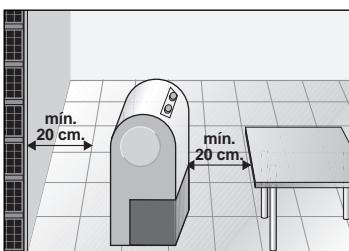

Fig. 4
- Para assegurar um funcionamento correcto do equipamento é necessário manter umas distâncias mínimas de 20 cm com objectos adjacentes. ver fig 4.